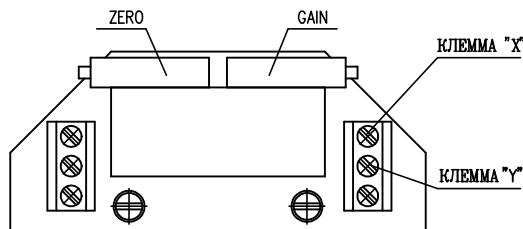

Рис.5
3.4.2 EPV - 3-проводниковое включение (рис.5)
- Установите датчик сопротивления на основании инструкций в предыдущей главе так, что величину сопротивления измеряйте на клеммах X-Y (рис.5). (употреблен датчик с сопротивлением 2000W или 100W)
- Поворачиванием устанавливающего триммера ZERO (рис.5) установите величину выходного сигнала тока, измеряемого на клеммах 81-82, на величину 0 mA или 4 mA.
- Поворачиванием устанавливающего триммера GAIN (рис.5) установите величину выходного сигнала тока, измеряемого на клеммах 81-82, на величину 20 mA или 5 mA.